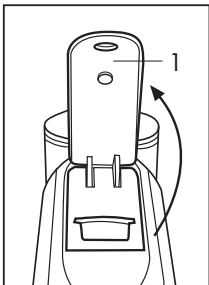
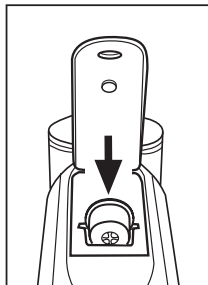

Abb. 6
Abb. 7
- Klappen Sie den Steuerhebel (1) langsam nach oben (**Abb. 6**) und setzen Sie eine Kapsel in die vorgesehene Öffnung ein. (**Abb. 7**)